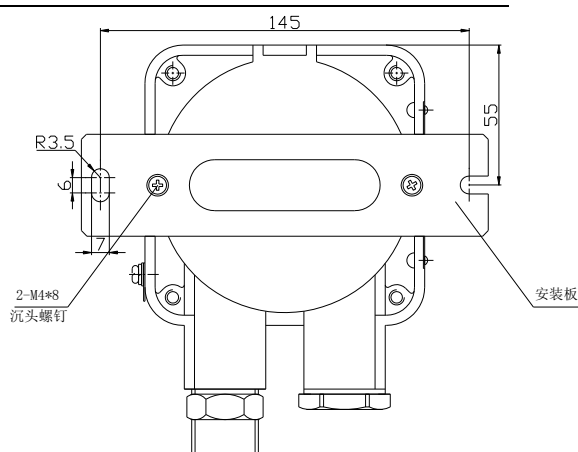
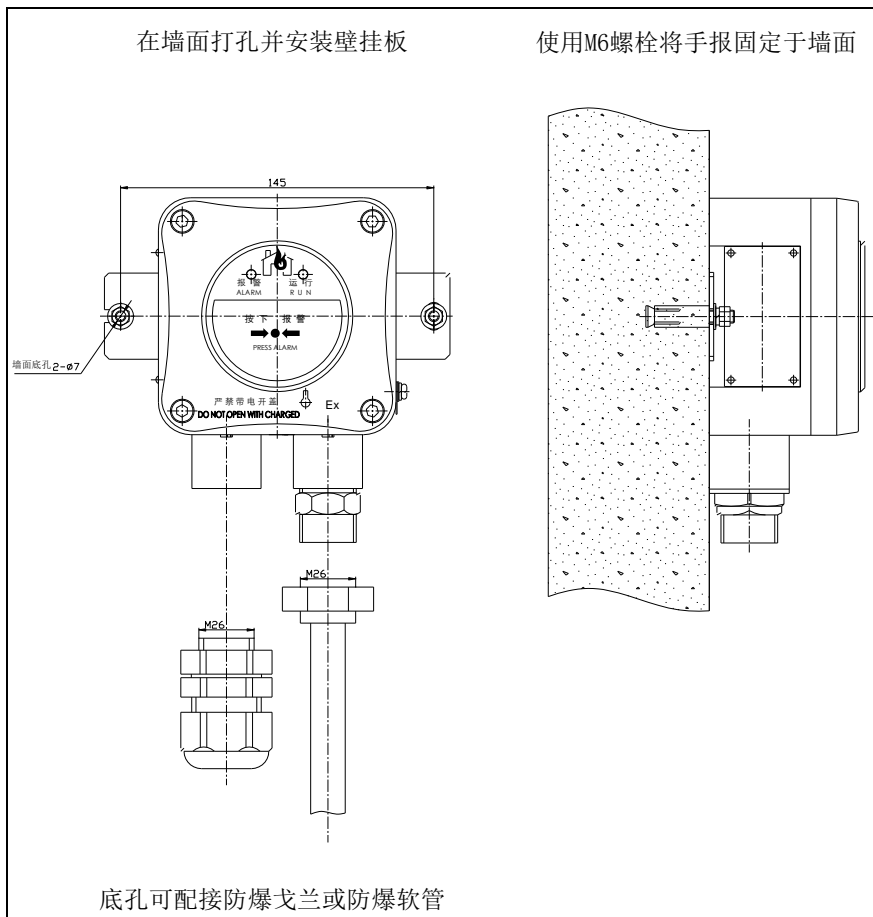

图 3-3 背面图
图 4-2 壁挂安装
- 2) 安装尺寸如图 3-3 所示。
- 2) 壁挂安装：该安装方式为墙壁式安装，适合墙壁打孔固定。首先确认产品的壁挂安装支架牢固安装在手动火灾报警按钮上，然后按照壁挂板的安装孔间距(见图 3-3)在墙面开孔，使用配套的 2 只 M6×50 膨胀螺栓将产品固定在墙壁上。(如图 4-2)